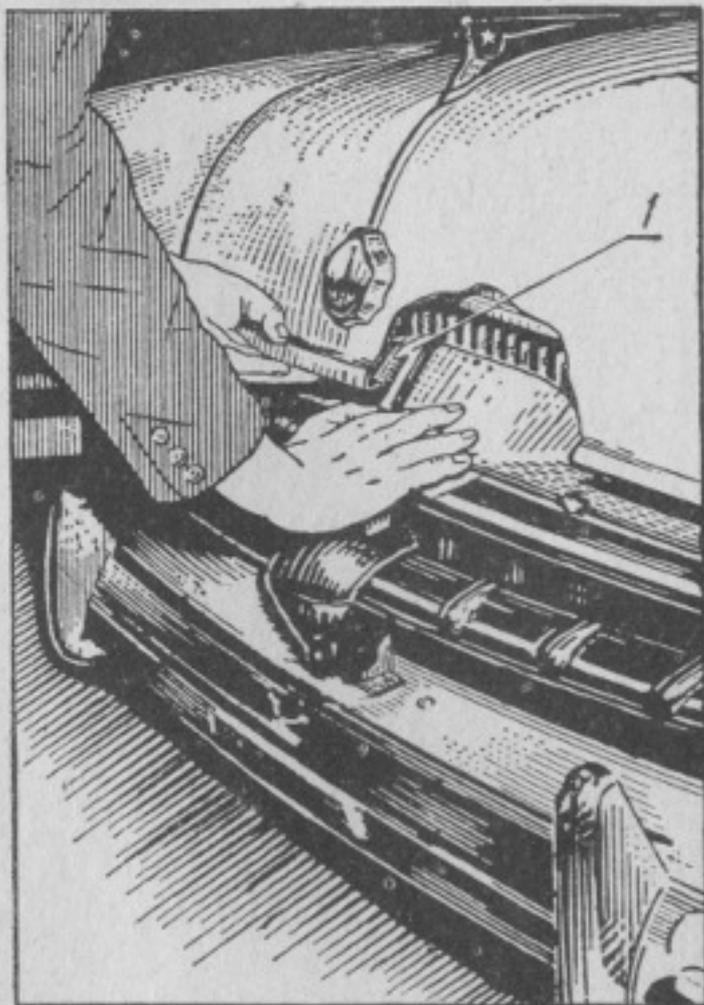

Abb. 6. Sicherungshaken der Motorhaube
11. Der Handgriff 11 zur Bedienung des Motorhaubenverschlusses. Durch Ausziehung des Griffes wird die Haube entriegelt. Bevor man die Haube anhebt, öffnet man den Sicherungshaken 1 (Abb. 6), der zusammen mit dem Riegelgehäuse auf dem Brett des Kühlerschildes befestigt ist. Der Haken wird durch Fingerdruck auf seinen Seitenschenkel befreit. In emporgehobener Stellung wird die Haube durch eine Stütze festgehalten, die mit dem Kühlerschild gelenkartig verbunden ist.